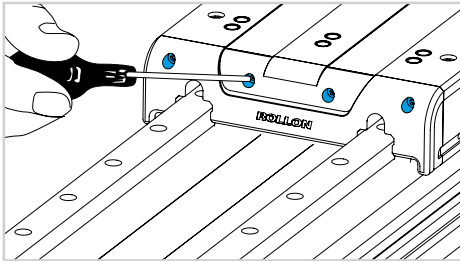

Fig. 2
- 1) Retirer les plaques d'extrémité du chariot en desserrant les vis avant (Fig.2).